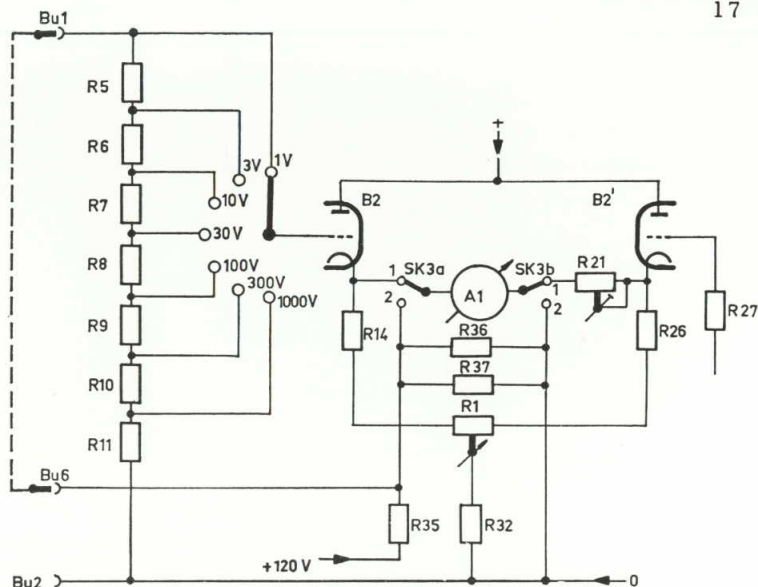

Fig. 7. LJkschakeling
F. De ijschakeling (fig. 7)
In fig. 7 staat SK3 in de stand "meten". Als R21 goed is ingesteld, zal de meter nauwkeurig de grootte van een op BU1 aangesloten spanning aangeven.